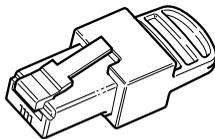

Figura 2-2 Terminais de Rede Xanbus
- Terminais de rede (Figura 2-2)—a rede Xanbus deve ser devidamente terminada em cada extremidade com terminais de rede. Se a rede não tiver terminais apropriados, a qualidade do sinal será prejudicada e o desempenho da rede será reduzido. A configuração permanente sem os terminais não é suportada pelo Schneider Electric. Um terminal é incluído no SCP. Dependendo do seu layout de rede, este terminal talvez precise ser inserido em um outro dispositivo em qualquer lugar da rede.